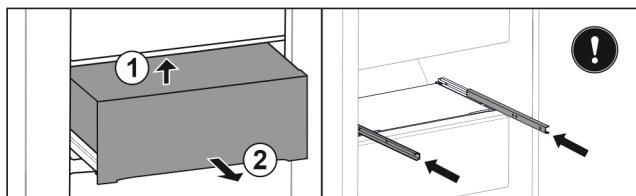

Fig. 52
- ▶ Unieść szufladę z tyłu od dołu. Fig. 52 (1)
- ▶ Wyjąć szufladę do przodu. Fig. 52 (2)